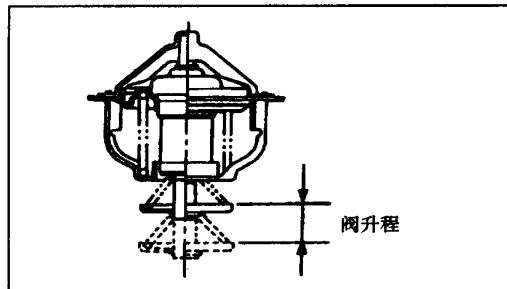

图 8-5
(2) 使水温上升到全开温度时,检查阀的上升量是否为标准值(见图8-5)。标准值: 95°C , 上升量: 8.5mm以上